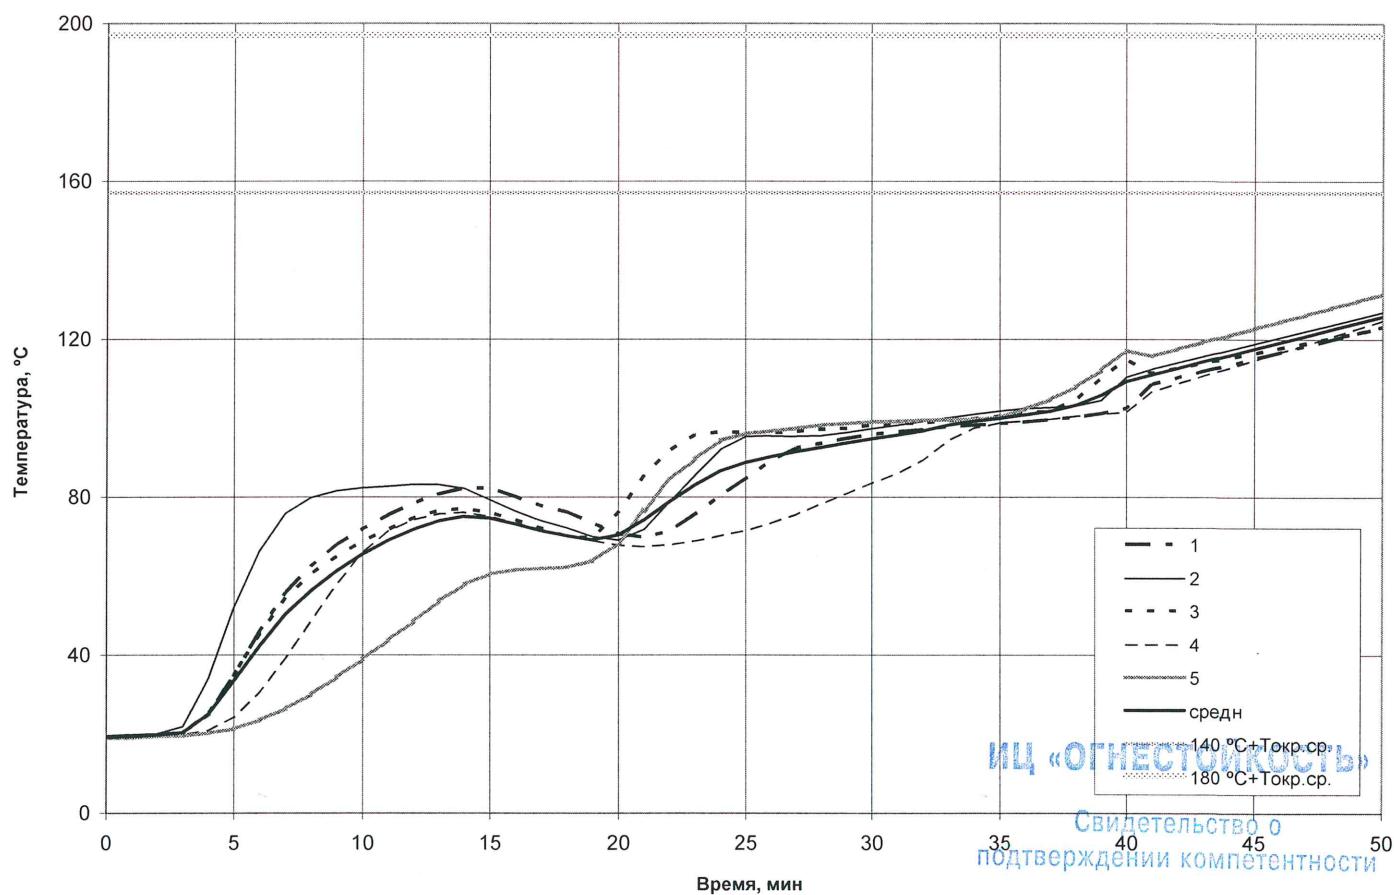

Рис. 4. Изменение температуры на поверхности образца №1.
- Температура на необогреваемой поверхности образца (рис. 4, 6);
- До наступления предельного состояния согласно ГОСТ 30247.0-94, п.9, по потере целостности (Е), по потере теплоизолирующей способности (I), в зависимости от того, какое из предельных состояний наступит ранее.